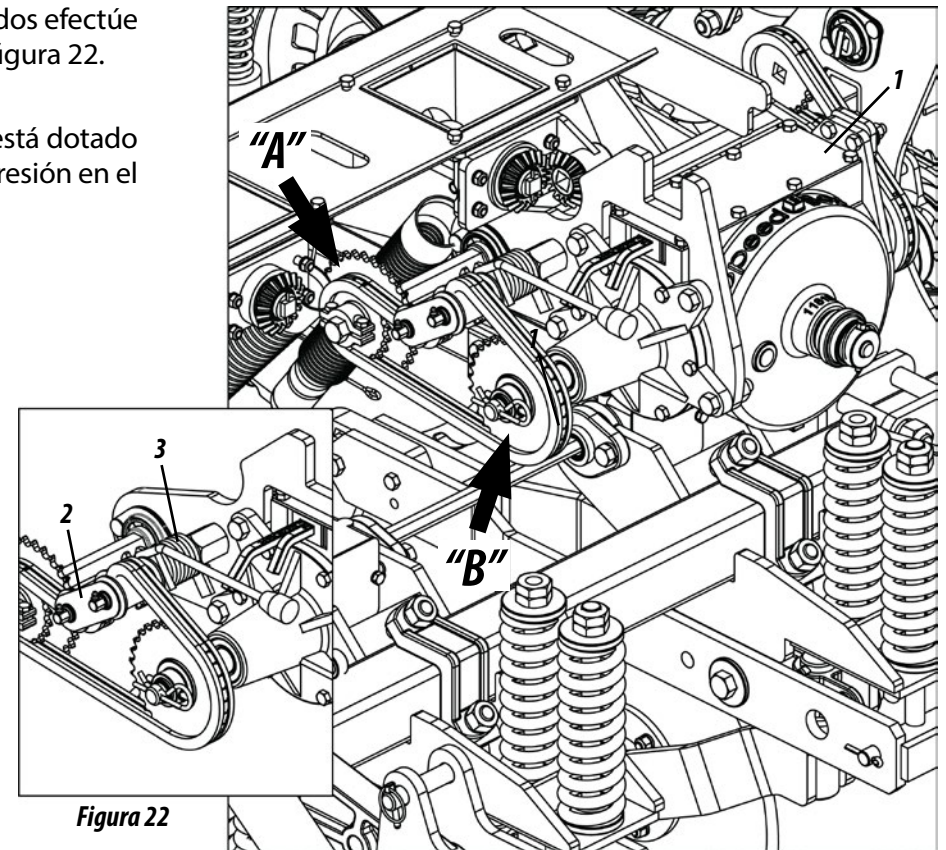

Figura 22
- 01 - El regulado de la semilla se hace a través de la Speed Box (1). Para obtener más regulados efectúe la inversión de la cadena en los engranajes motora "A" y movida "B", según muestra la figura 22.